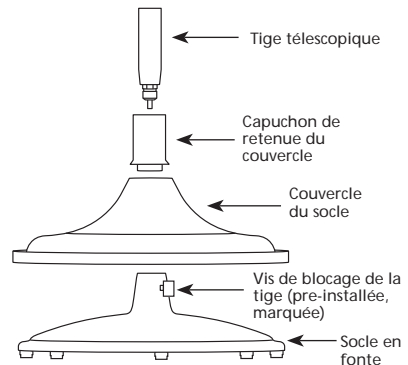

FIGURE 1
1. Faire glisser le capuchon du support de couvercle à la base de la tringle télescopique. Voir Figure 1.
2. Introduire la base de la tige télescopique dans le couvercle du socle. Voir Figure 1.
4. Repérer la vis de blocage de la tringle (pré-installée et marquée) sur le col du socle en fonte. Voir Figure 1.
5. Utiliser une clé ajustable pour serrer la vis de blocage (pré-insérée et marquée) jusqu'à ce qu'elle bute contre la tringle télescopique. Voir Figure 1.
- Reposer le couvercle du socle en fonte sur celui-ci. Voir Figure 1.
- Faire tourner le capuchon du support de couvercle dans le sens horaire dans le socle de fonte jusqu'à ce qu'il soit serré. Voir Figure 1.